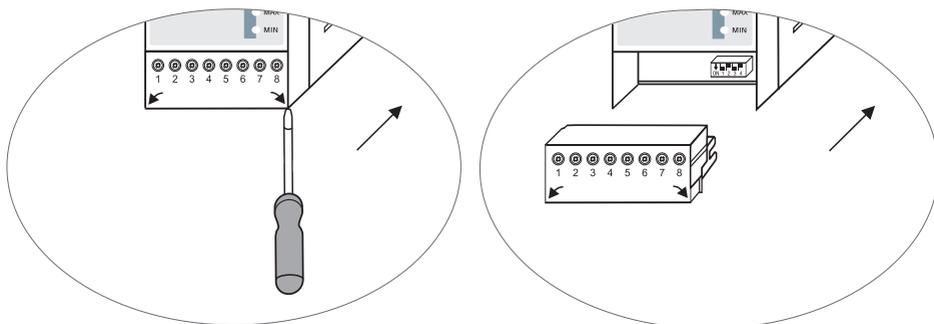

Fig. 9
- Togliere la morsettiera superiore e inferiore. **Fig. 9**